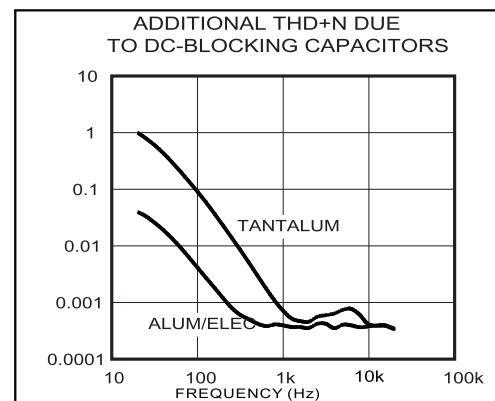

图3. 隔直流电容引起的失真
2) 随着电容值的变化以及电容两端电压的变化，隔直流电容的电压系数会导致重建音频信号的失真。在低于 - 3dB 频率以下的低频范围内，容抗起主导作用，电压系数表现为失真度随频率而变化。图3给出了两种不同电介质电容引入的 THD+N，100Hz 以下的 THD+N 增加很快。